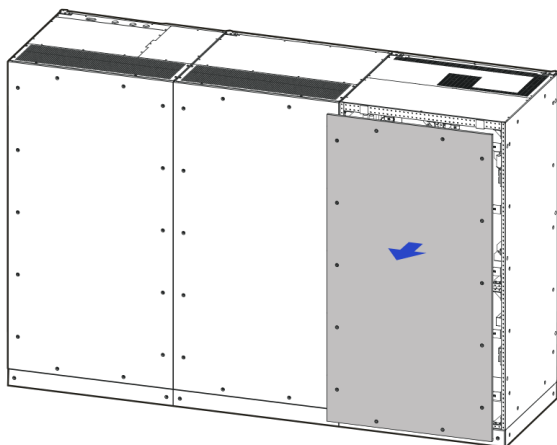

Figura 3-44 Retiro de las cubiertas de cableado del UPS-IND HF 131000 y 131200
1. Utilice el desarmador de cruz para retirar los tornillos del bloque de conexiones y retire las cubiertas de cableado, como se muestra en la figura 3-44.